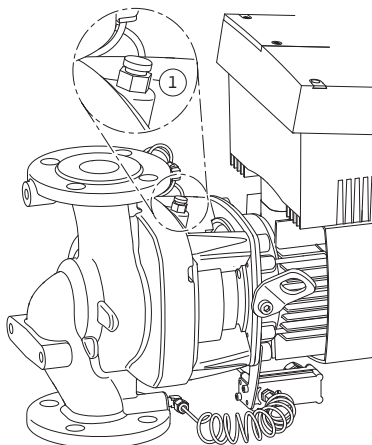

Fig. 46: Entlüftungsventil
6. Pumpe durch Öffnen des Entlüftungsventils (Fig. 46, Pos. 1) drucklos machen.